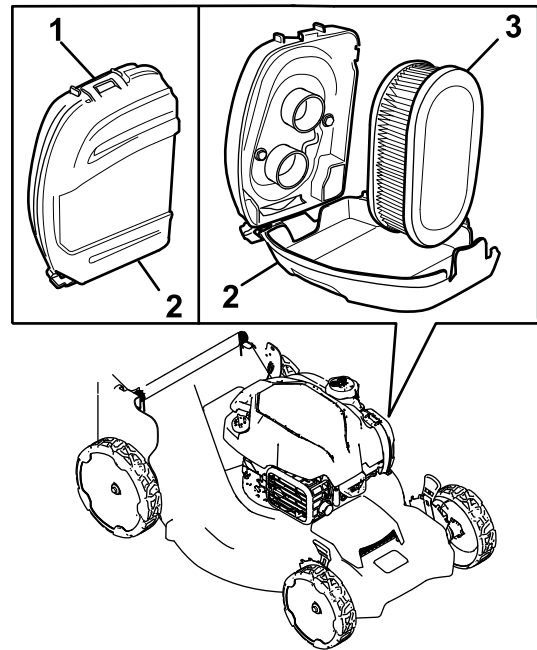

Figure 23
1. Déclipssez le haut du couvercle du filtre à air (Figure 23).
2. Retirez le filtre à air (Figure 23).